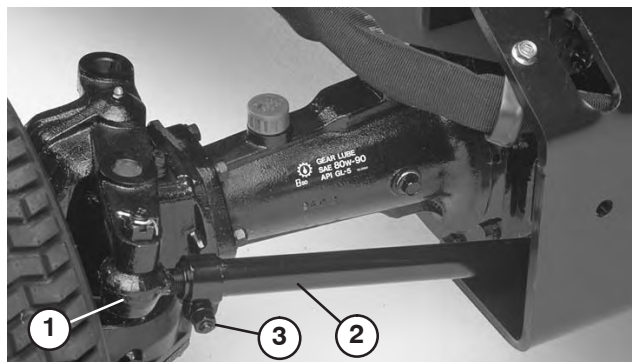

Bild 65
2. Entfernen Sie den Splint und die Mutter, mit denen ein Kugelgelenk der Spurstange an der Befestigungshalterung der Achse befestigt ist. Entfernen Sie das Kugelgelenk von der Achse (Bild 65).
3. Lösen Sie die Schraube an der Spurstangenklemme (Bild 65). Drehen Sie das Kugellager heraus oder hinein, um die Länge der Spurstange anzupassen.